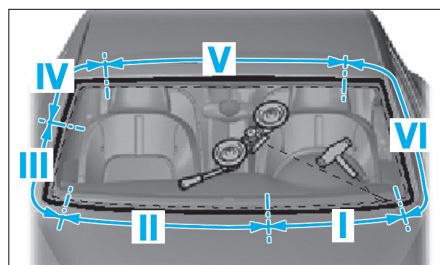

FIG. 3
- [3]. Dispositif d'enroulement ref.1654A (Fig.3).
- Mettre en place le fil tranchant (2) dans le flasque de glace à l'aide du petit tube (3).
- Attacher l'autre extrémité du fil tranchant au dispositif d'enroulement [3] (Fig.3).